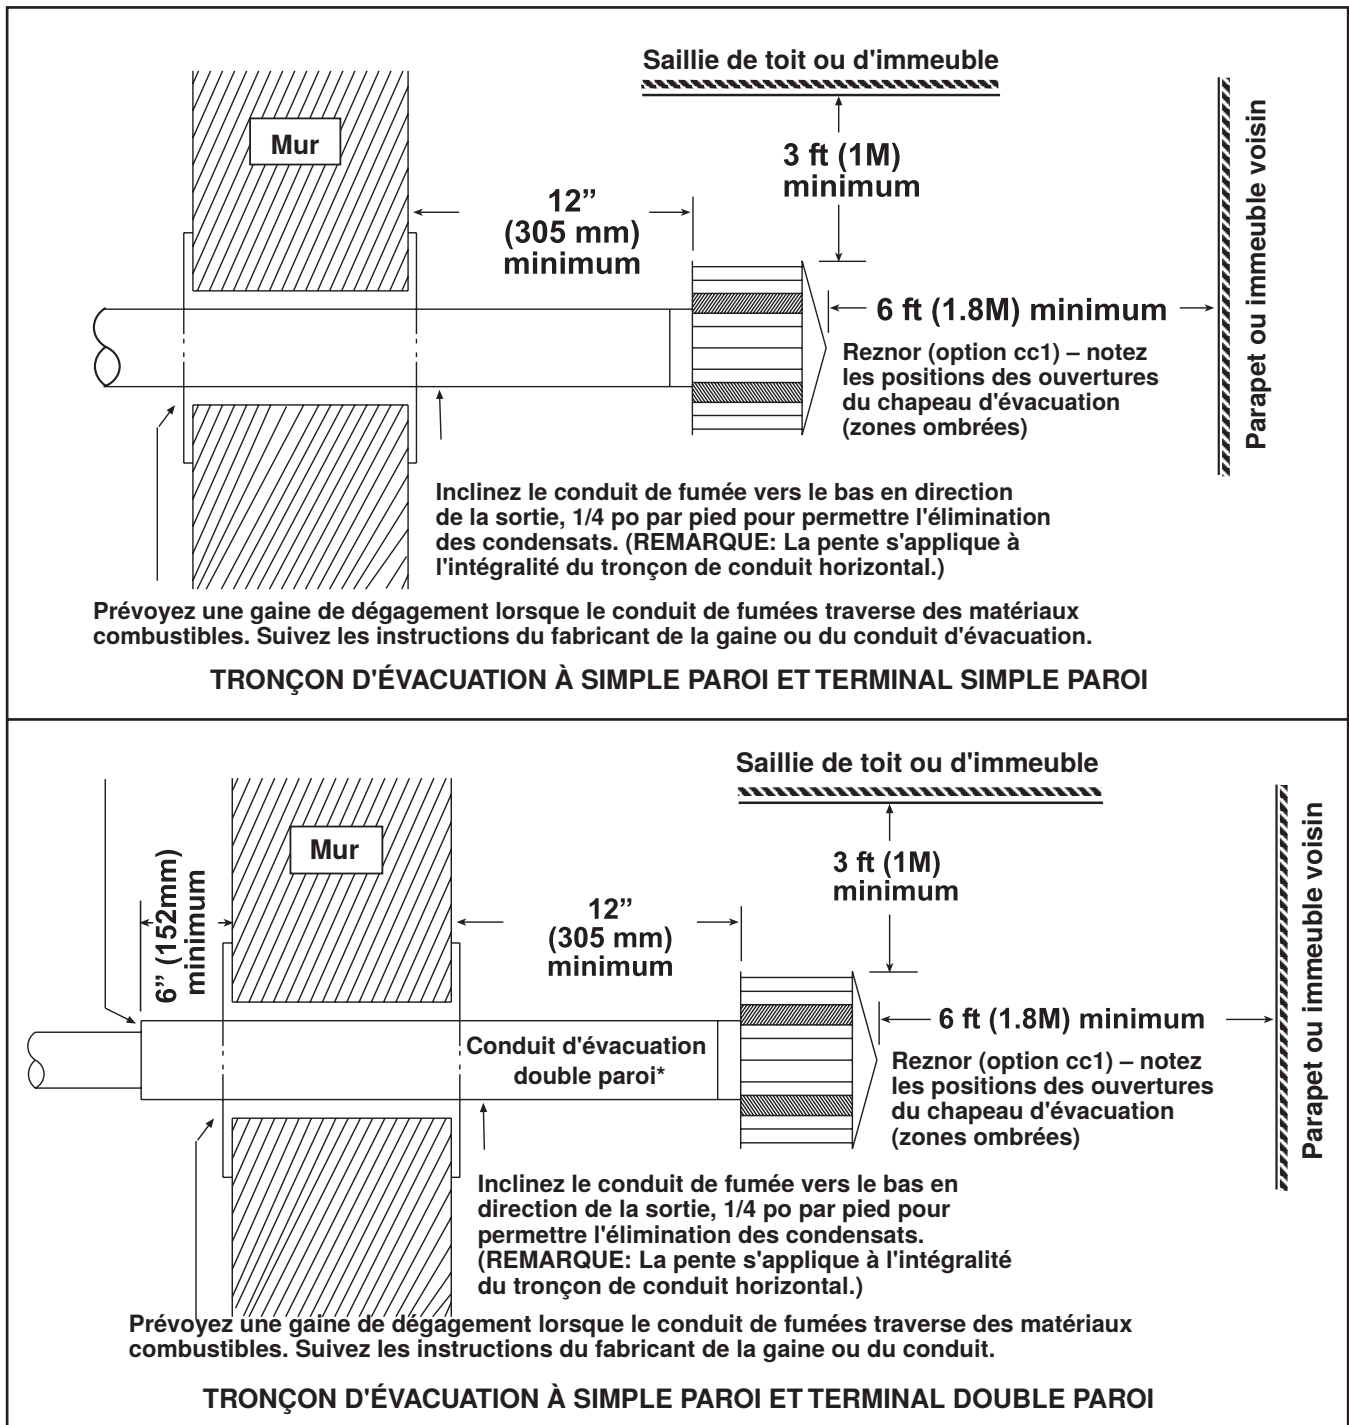

Figure 11. Terminaux d'évacuation horizontale—installations à ventilation motorisée
- **Options de terminal d'évent :** Les terminaux d'évent pour les installations à ventilation motorisée utilisant le capuchon d'évent CC1 en option sont illustrés à la Figure 10 (configurations d'évent vertical) et à la Figure 11 (configurations d'évent horizontal).